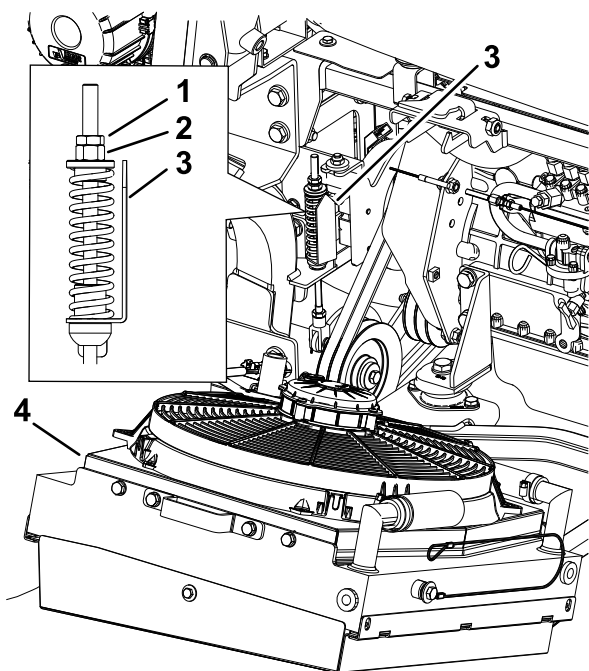

Figura 77
5. Se necessario, ruotate il dado del tensionatore della puleggia di rinvio fino a quando la freccia dell'indicatore della tensione è allineata con la superficie esterna della rondella (Figura 77).
8. Spostate in alto la puleggia di rinvio e togliete le cinghie dalla macchina (Figura 77).
1. Allineate le cinghie della PDF sulle pulegge (Figura 77).